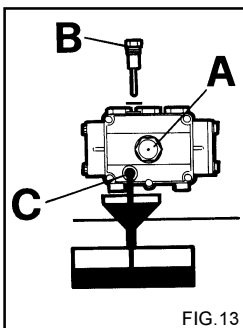

FIG. 13
2) Desatarraxe a tampa com a vareta de controlo do nível (fig. 13).